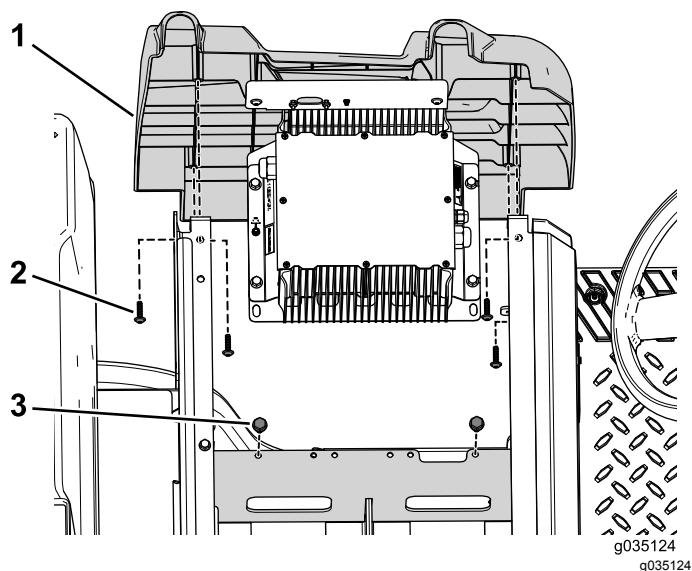

Figura 10
2. Remova os dois parafusos que fixam o suporte do carregador ao tabuleiro da bateria (Figura 10).
3. Remova os quatro parafusos autorroscantes que prendem o pannel do lado esquerdo à máquina (Figura 10).
1. Prenda o painel do lado esquerdo utilizando os quatro parafusos autorroscantes previamente removidos (Figura 10).
2. Prenda o suporte do carregador ao tabuleiro da bateria utilizando os dois parafusos previamente removidos (Figura 10).